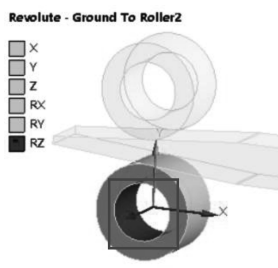

图 2-52 轧辊 2 关节设置
(5) 在导航树上右键单击【Joints】→【Insert】→【Joint】，在标准工具栏中单击，单击【Fixed-No Selection To No Selection】→【Details of “Fixed-No Selection To No Selection”】→【Definition】→【Connection Type】= Body-Ground，【Type】= Revolute；【Mobile】→【Scope】，选择轧辊 2 内圆面，如图 2-52 所示。